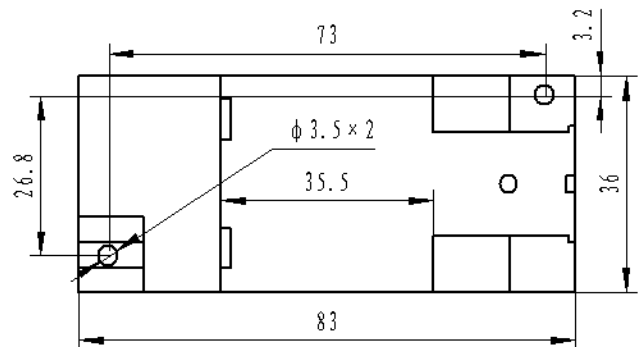

图 5、GS4 外形安装尺寸图
产品采用 DIN35 导轨式安装或螺钉固定安装,其安装尺寸如图 5 所示(单位 mm)。
- ① 把变送器固定卡槽一侧勾在安装导轨上;
- ② 向下牵动弹簧销;
- ③ 使变送器卡口套在安装导轨上;
- ④ 松开弹簧销, 变送器卡在安装导轨上。
- ① 按图 5 所示的螺孔位置在固定板上打直径为 4mm 孔;
- ② 使用小于 $\Phi 3.5$ 的螺钉插入孔中固定。